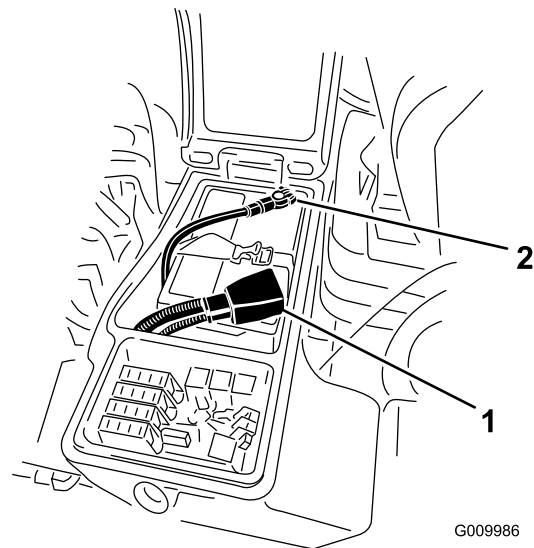

Figura 59
3. Odpojte záporný (černý) kabel od záporné svorky (-) a kladný (červený) kabel od kladné (+) svorky akumulátoru (Figura 59).
6. Upevněte kladný (červený) kabel ke kladné svorce (+) a záporný (černý) kabel k záporné (-) svorce akumulátoru (Figura 59).